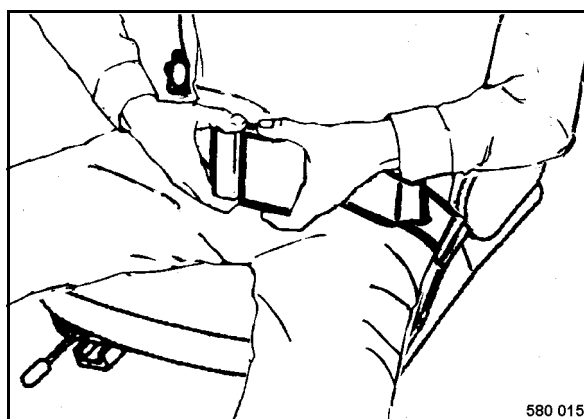

Fig. 41
- Poner el cinturón de seguridad (Fig. 41).